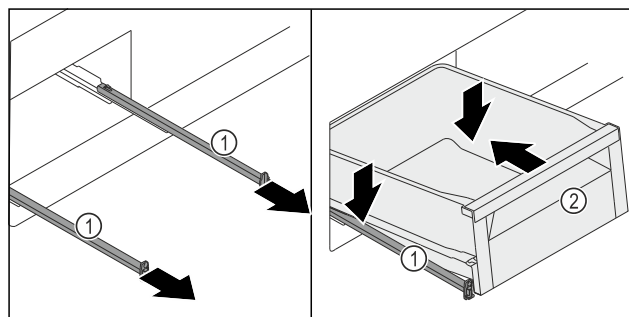

Fig. 135
- 拉出轨道 Fig. 135 (1)。
- 固定轨道 Fig. 135 (1)，将抽屉 Fig. 135 (2)从上方斜着放到轨道 Fig. 135 (1)上。
- 将抽屉 Fig. 135 (2)向下推到轨道 Fig. 135 (1)上，直至止挡。